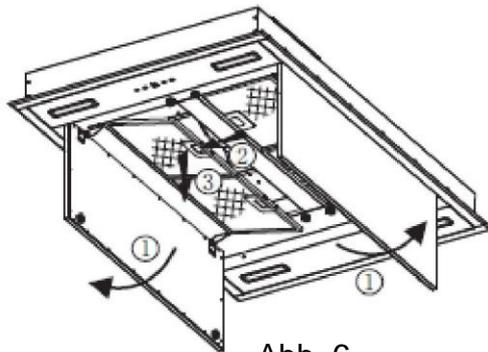

Abb. 6
- a. Siehe Abb. 6, öffnen Sie die Zierplatte der Reihe nach und nehmen Sie den Filter heraus.